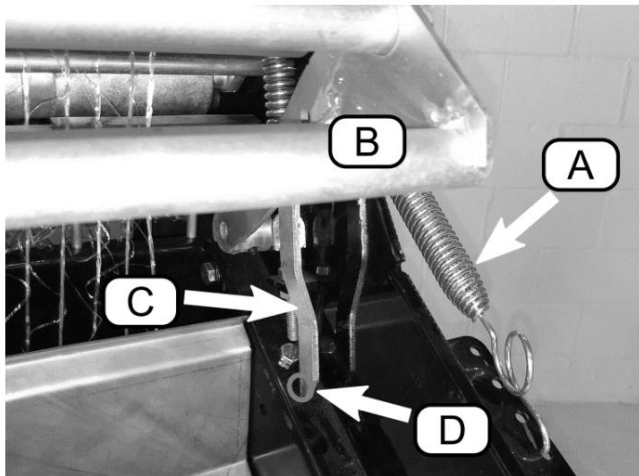

Figura 16
- a) Decuplați arcurile de tensionare a rolului de plasă (Figura 16, A). Ridicați dispozitivul de tensionare al rolei (B) și blocați-l în sus poziționând stâlpul de sprijin (C) în creștătura (D).